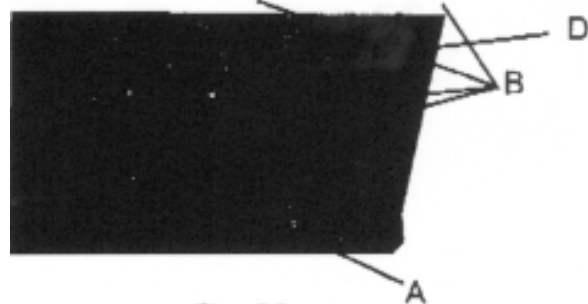
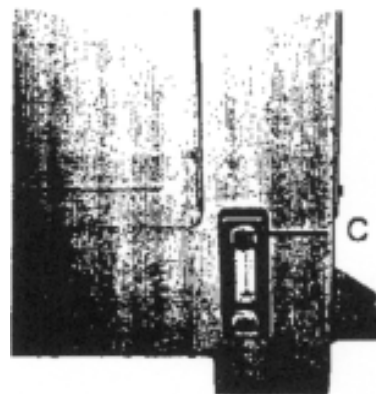

Fig. 26
Fig. 27
2. Die Ablassschraube (A Fig.27) entfernen und das Kühlschmiermittel ablassen.
3. Die 4 Schrauben (B Fig.26) und die Platte (D Fig. 26) entfernen.
5. Die Ablassschraube (A Fig.27) einsetzen.
6. Neues PROMAC Kühlschmiermittel bis zur obersten Marke (C Fig.27) einfüllen.
7. Die Platte (D Fig.26) mit den Schrauben (B Fig. 27) montieren.